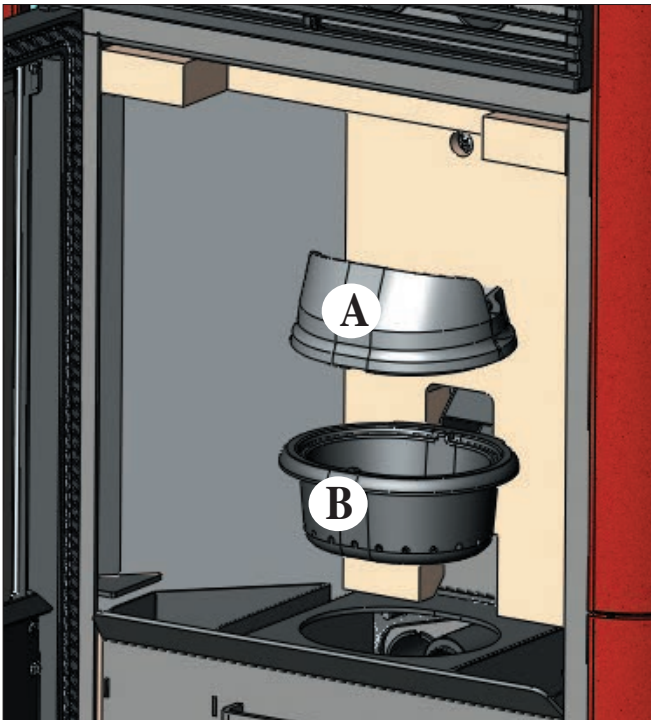

fig. 1
Après le nettoyage normal, il est **PRIMORDIAL** d'assembler correctement le creuset supérieur (A) (fig.1) avec le creuset inférieur (B) (fig. 1) afin de ne pas compromettre le fonctionnement du thermopôêle.